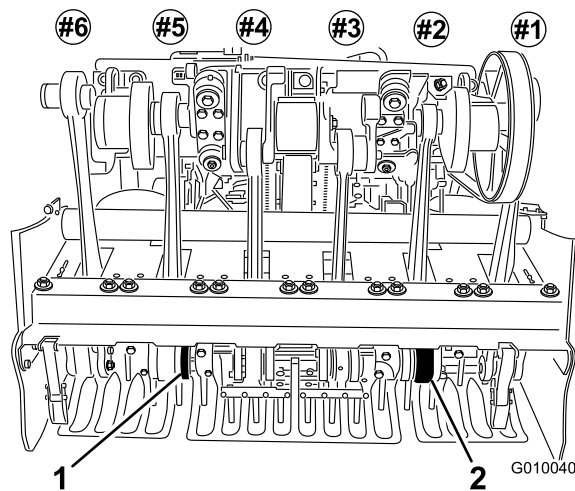

Figura 26
5. Instale os dentes nos suportes de dentes #2 e #5 (Figura 26). Aperte os parafusos.